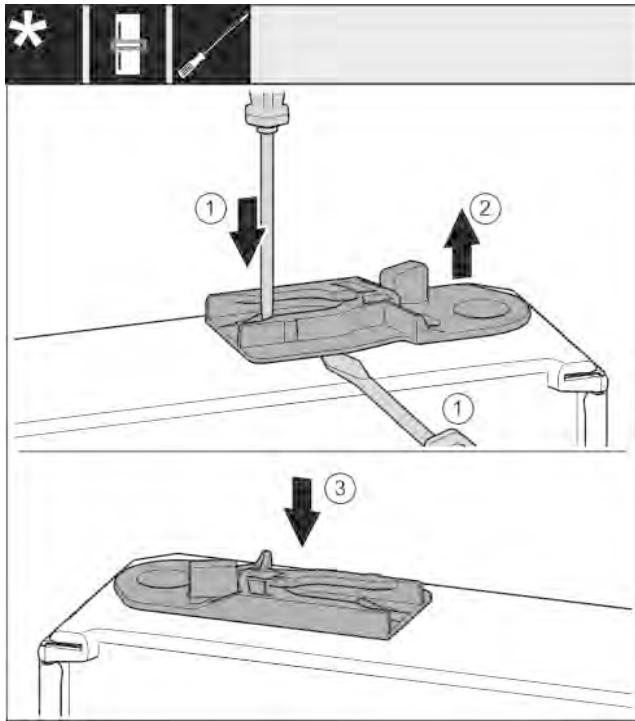

Fig. 29
- Извлеките направляющее гнездо: Нажмите на накладку шлицевой отвертки и одновременно переместите ее при помощи шлицевой отвертки под направляющее гнездо. Fig. 29 (1, 2)
- Входящее в комплект поставки направляющее гнездо вставьте на другой стороне корпуса. Fig. 29 (3)